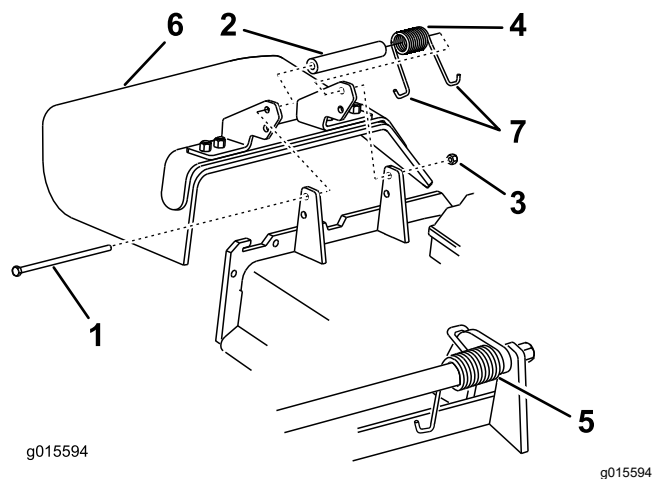

Bild 93
1. Entfernen Sie die Sicherungsmutter, Schraube, Feder und das Distanzstück, mit denen das Ablenkblech an den Drehhalterungen befestigt ist (Bild 93).
- Hinweis:** Achten Sie darauf, dass ein J-Hakenende der Feder hinter der Mähwerkkante befestigt ist, bevor Sie die Schraube einsetzen, wie in Bild 93 abgebildet.
- Führen Sie das J-förmige Hakenende der Feder um das Ablenkblech (Bild 93).